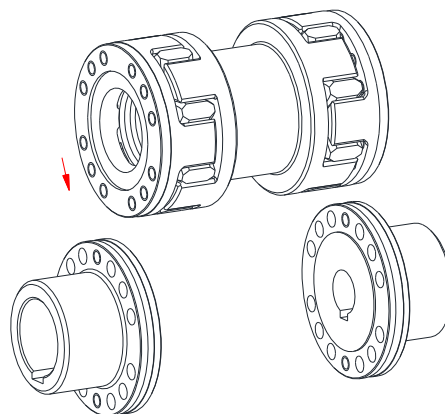

Fig. 10: Montage af komponentgruppen
- Placér de samlede dele mellem koblingsflangerne (se fig. 10).